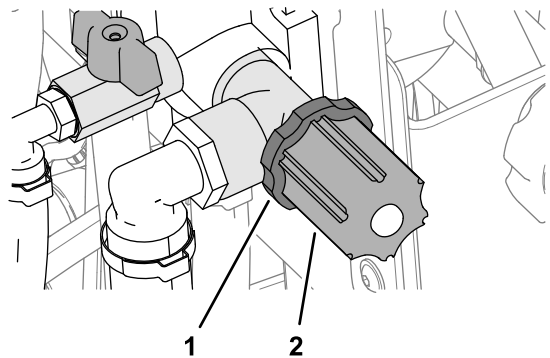

Figura 37
3. Afloje la contratuerca y abra la válvula de control (Figura 37).